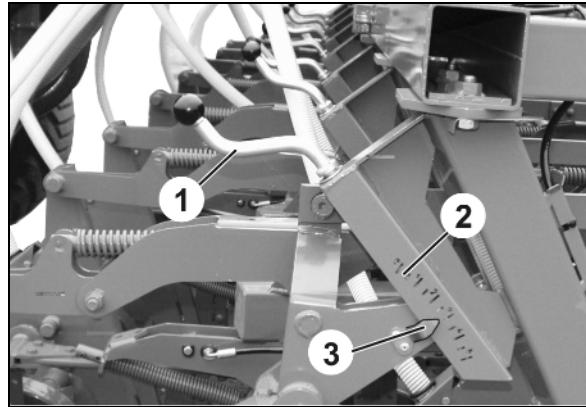

Рис. 85
- ширины захвата агрегат (Рис. 85/1)
- мелкосемянных культур (Рис. 85/2) например рапс или
- зерновых и бобовых (Рис. 85/3).